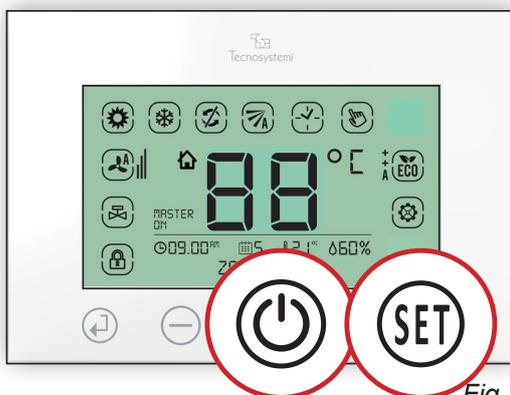

Fig. 100
1. Premere contemporaneamente per 10 secondi i tasti **(⏻)** e **(SET)** fino a quando compariranno tutti i simboli del Cronotermostato (per 3 secondi). (Fig.100)